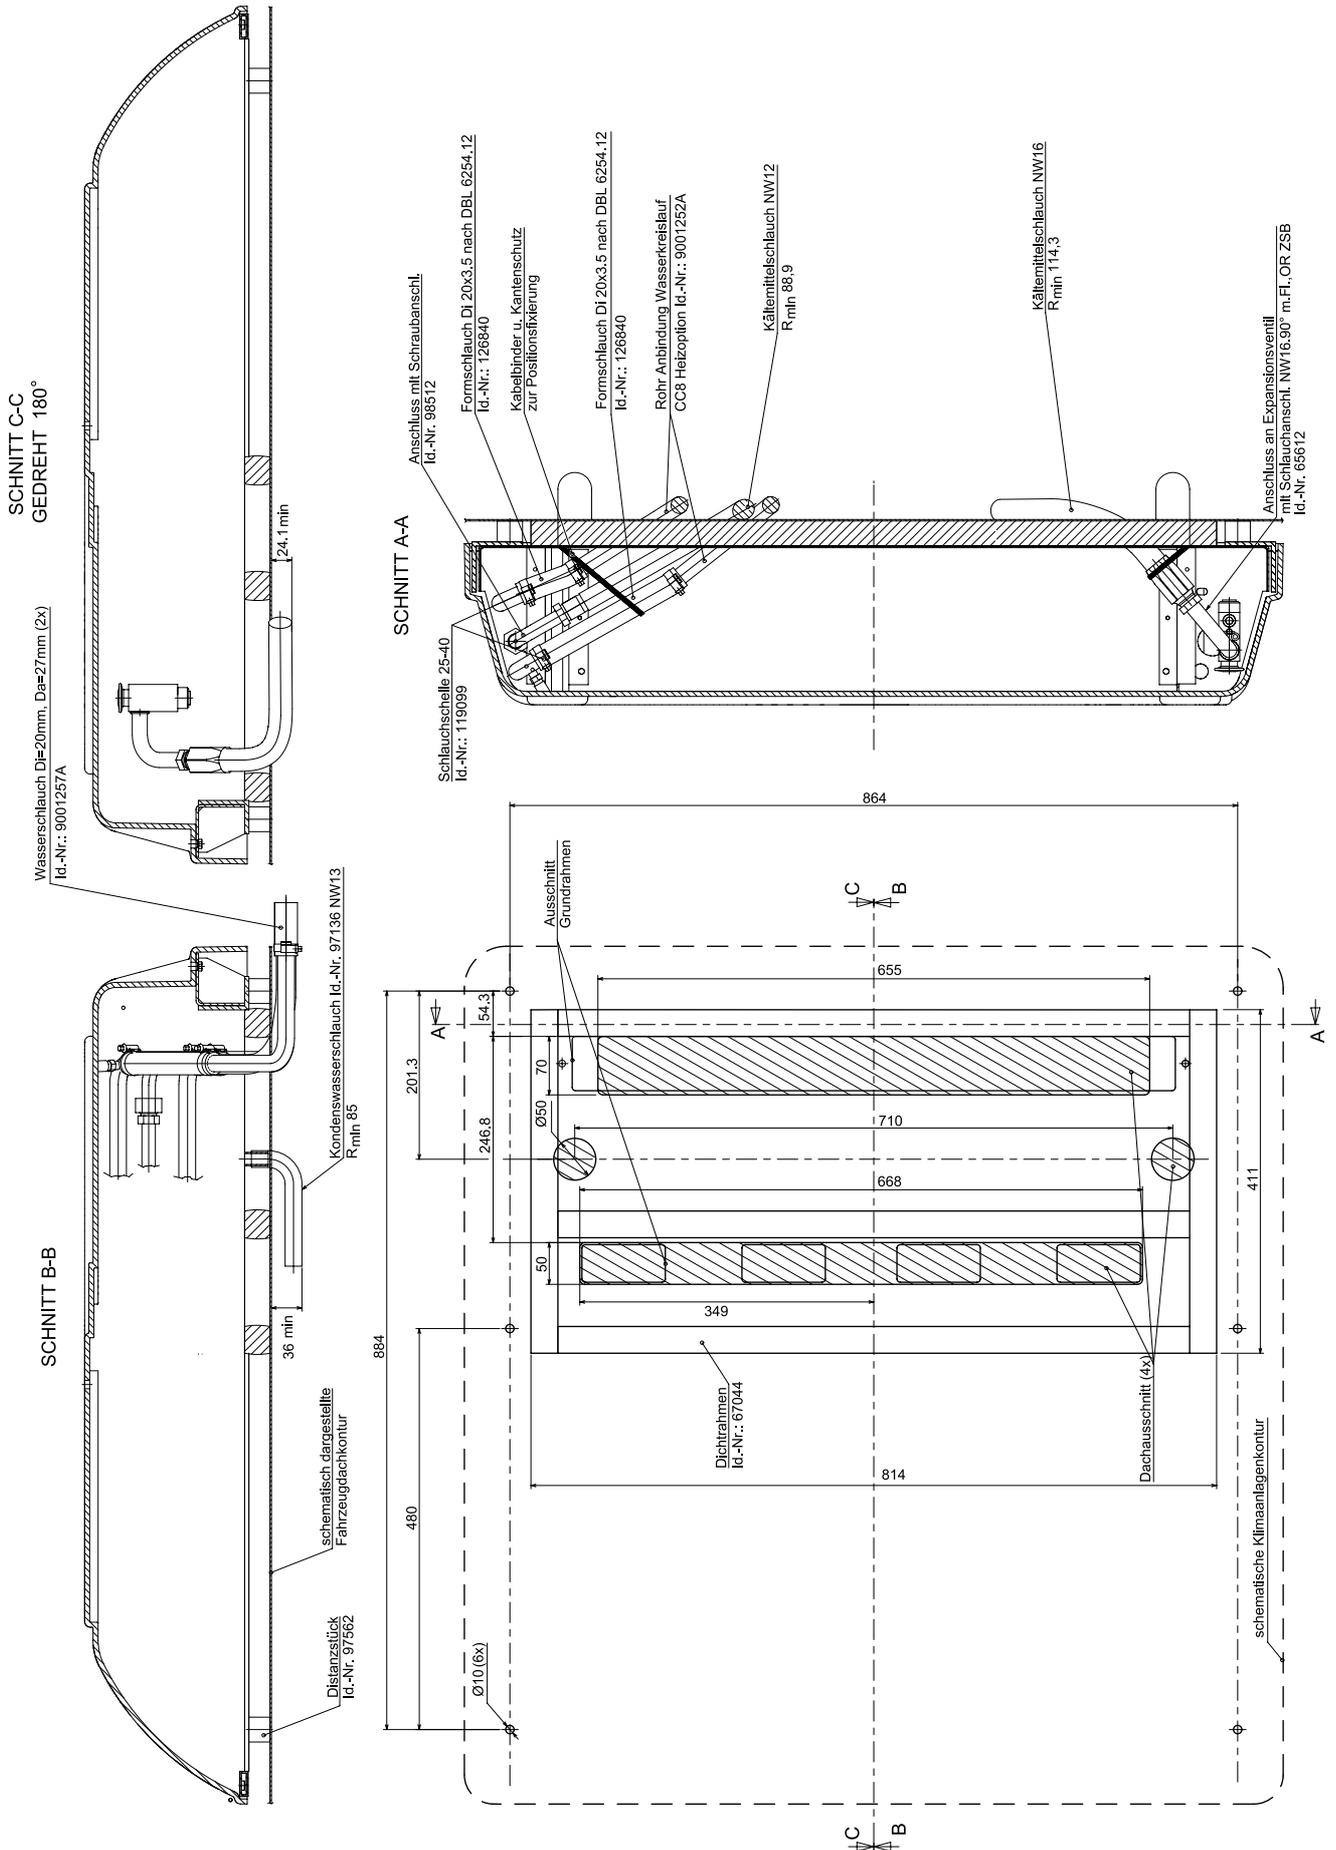

Abb. 2 Fahrzeugvorbereitung CC8, Montage Heizteil
2. Schlauchstücke gemäß Bild. 2 an Anschlussstutzen der Aufdachklimateinheit aufstecken und mit Schlauchschellen befestigen
3. Längere Schenkel der Kupferrohre auf Schlauchstücke aufschieben, kürzeren Schenkel am Spriegel (Verstärkungsrahmen) (2, Bild 2) (Option in Mercedes Benz Sprinter / VW LT-Montagekit) mit Öffnung nach hinten ausrichten und die Schlauchstücke mit Schlauchschellen befestigen
7. Je einen Wasserschlauch (1, Bild 2) nach Möglichkeit in den hinteren Fahrzeugholmen links und rechts nach unten führen